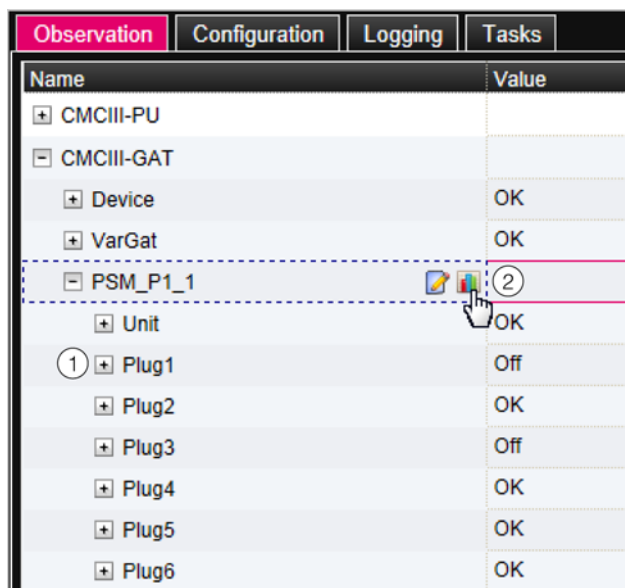

Рис. 13: Древоподобное отображение
Когда после выбора уровня "PSM_P1_1" отображаются нижестоящие элементы "Unit", "Plug 1" и т. д. (рис. 13, поз. 1), перейдите в отображение в форме таблицы следующим образом:
- Нажмите на цветной графический символ в виде диаграммы рядом с элементом "PSM_P1_1" (рис. 13, поз. 2).
Отображение поменяется на древовидную структуру (рис. 13) и Вы можете целенаправленно получить доступ к отдельным настройкам.